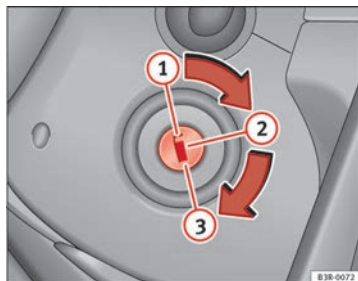

Fig. 148 Posiciones de la llave
- Gire la llave a la posición ① ⇒ fig. 148.